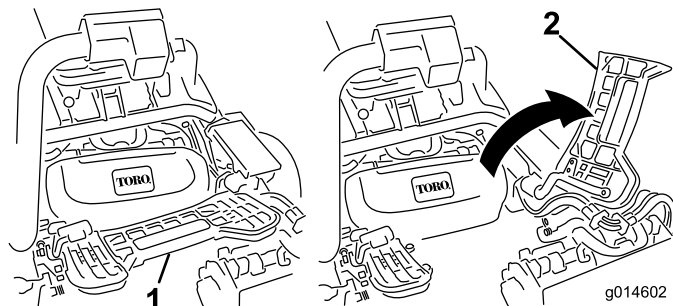

図 10
3. 中央カッティングユニットを取り付ける時は、フットレストを跳ね上げて取り付け位置へのアクセスを確保する（図 10）。